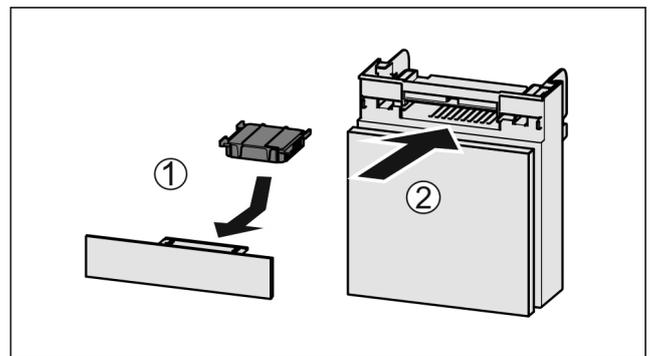

Fig. 89
- ▶ Aktivkohlefilter nach Abbildung einsetzen *Fig. 89 (1)*.
- ▶ Fach einschieben *Fig. 89 (2)*.